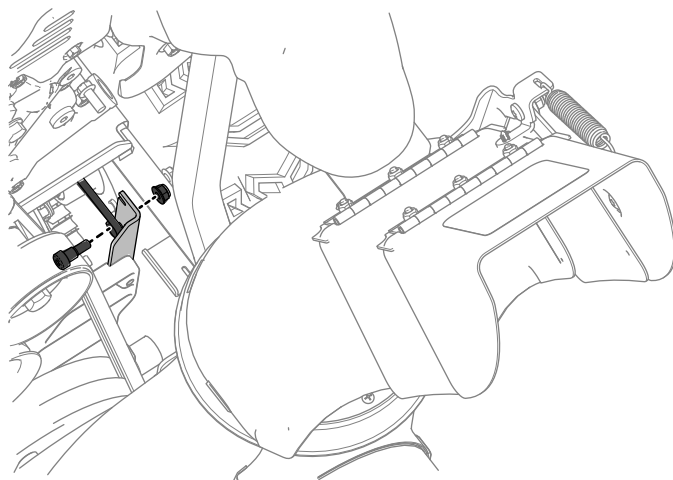

**Figuur 7**
- Haak de tractiekabel op de nieuwe beugel; zie Figuur 7.
**Opmerking:** Monteer de tractiekabel zoals weergegeven op Figuur 7.